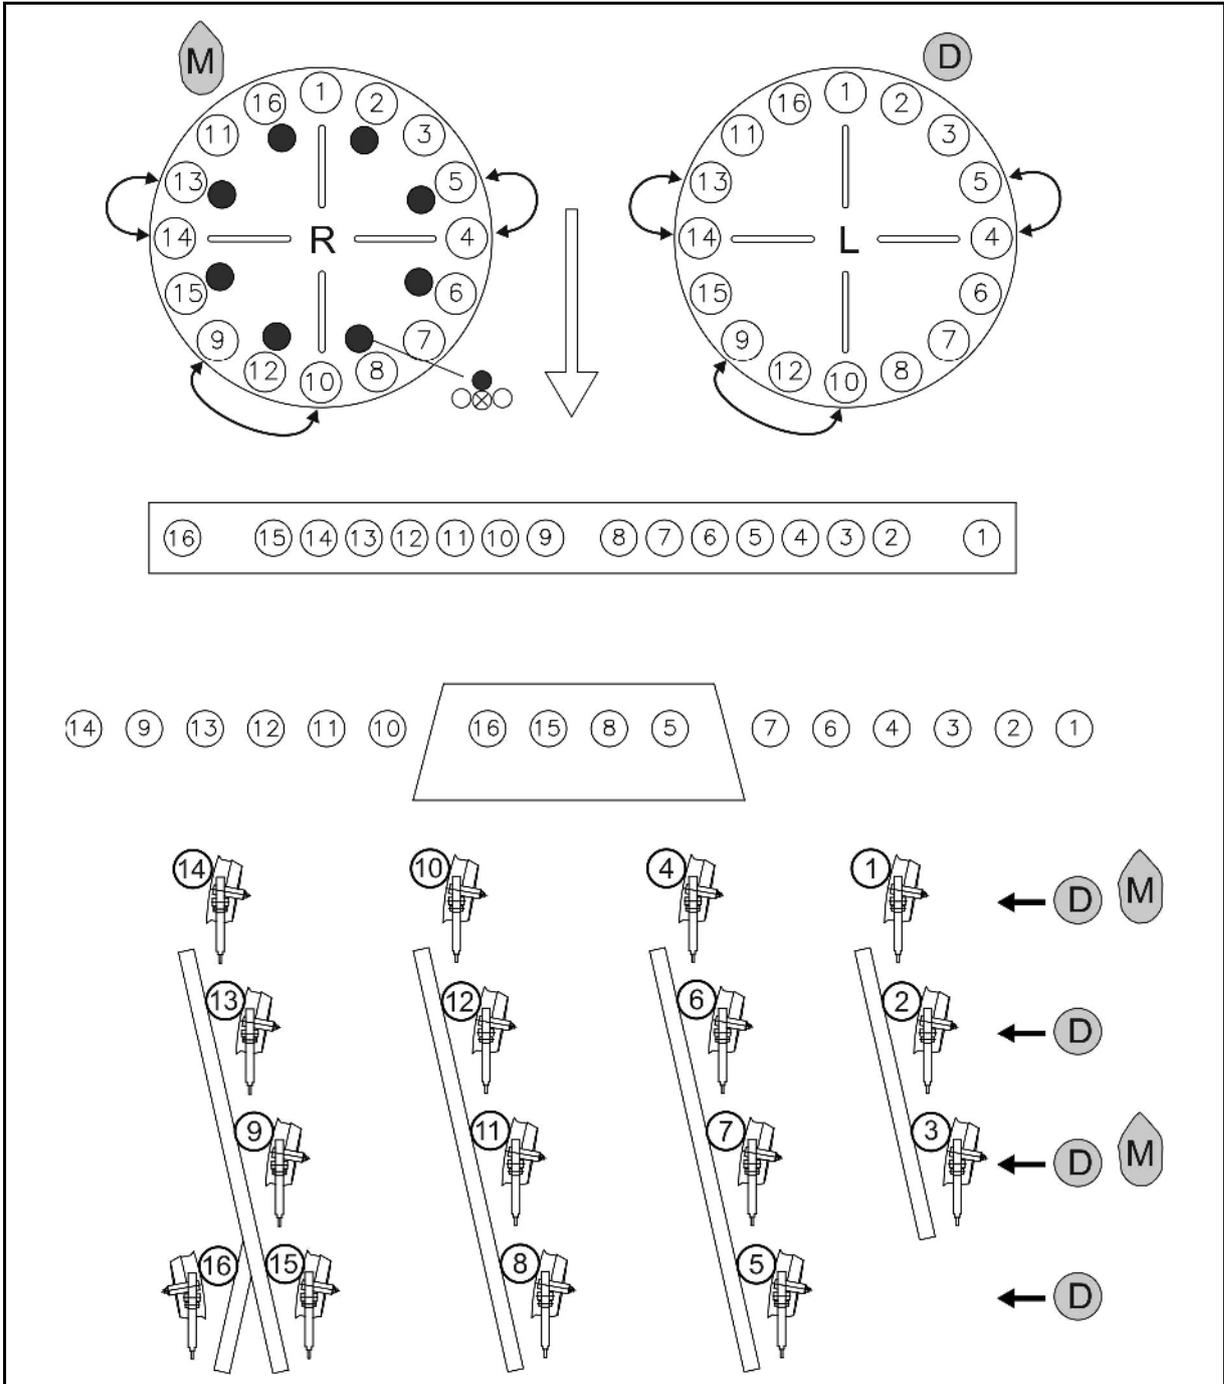

Fig. 42
- Mais M: Verschlussstopfen entsprechend Fig. 42 montieren.